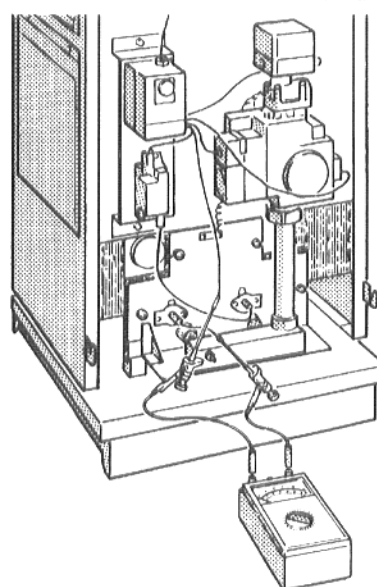

Fig. 15: Misurare la corrente di ionizzazione
- Collegare in serie l'apparecchio di misurazione al cavo ed all'elettrodo di controllo (Fig. 15). Selezionare il campo per la misura di μA all'apparecchio di misurazione.